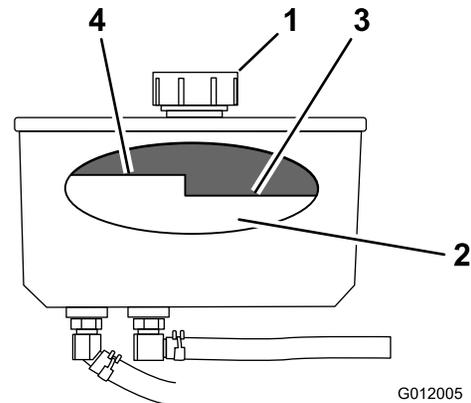

Figura 76
4. Limpie alrededor del cuello de llenado y el tapón del depósito de aceite hidráulico (Figura 76).
5. Retire el tapón del cuello de llenado. Mire dentro para comprobar el nivel de aceite en el depósito. (Figura 76).
Nota: El nivel de aceite debe estar por debajo del nivel caliente del tabique cuando el aceite está caliente (Figura 76).